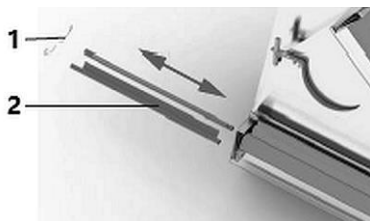

Fig. 9
- afrouxar as molas (1, fig. 9) nos rolos inferiores;
- remover as vedações (2) de seus encaixes;